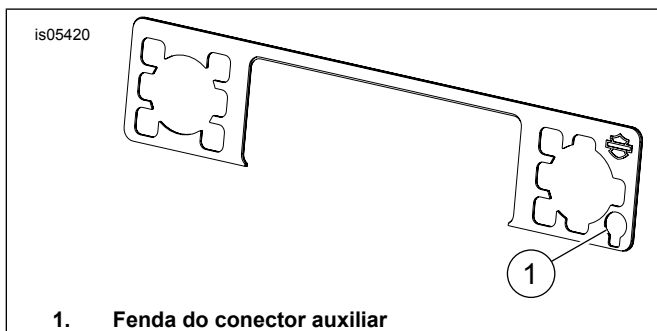

Figura 3. Guarnição do visor do rádio
1. Veja Figura 3. Teste o encaixe da guarnição do visor do rádio antes de remover a traseira do adesivo.
3. Abra a tampa do conector auxiliar e passe-o através da guarnição do visor do rádio (1). Posicione o visor do rádio e pressione firmemente no local adequado.